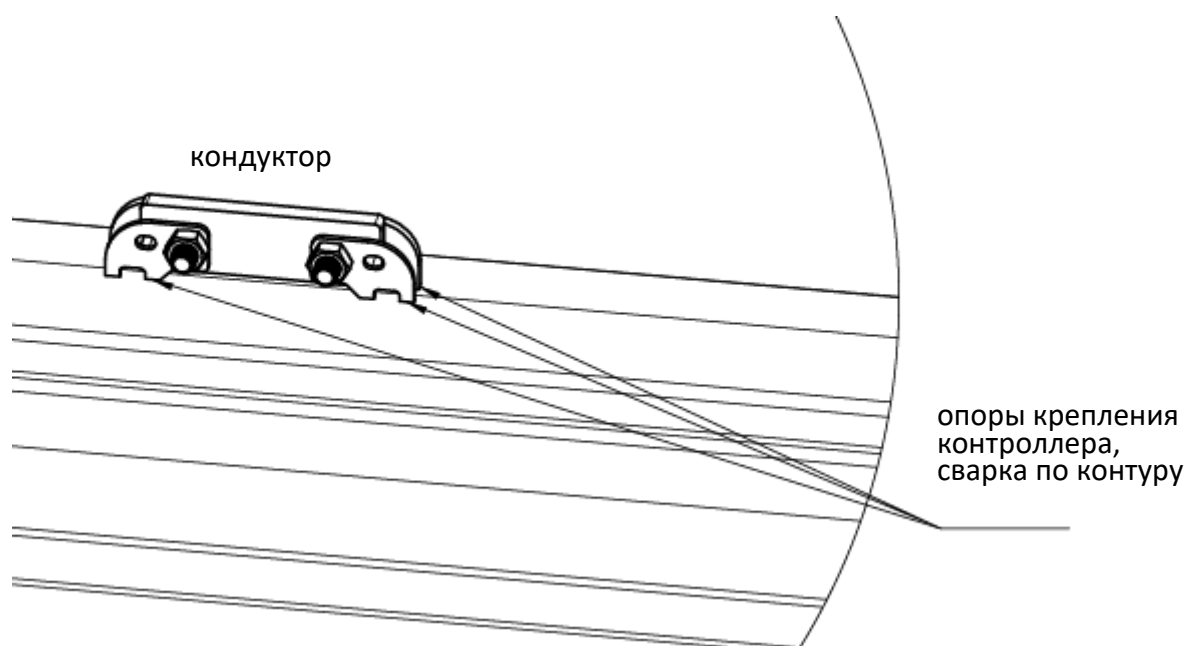

рис. 3.5. Установка опор крепления контроллера
- 4) Приварите опоры крепления контроллера (рис. 3.5) в выбранном месте.